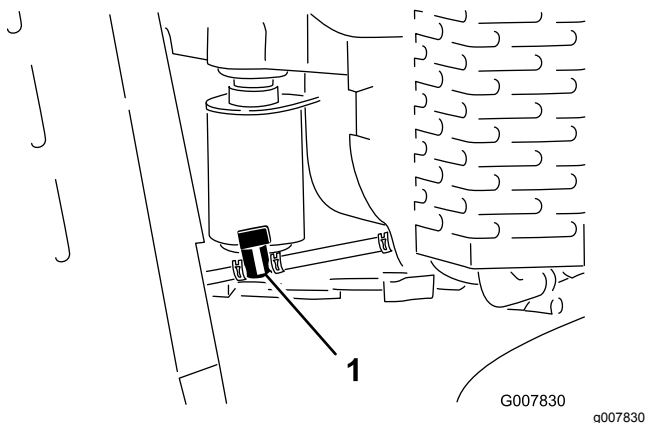

Figure 35
3. Tournez le robinet d'arrivée de carburant en position fermée (**Figure 35**).
4. Pincez les extrémités du collier de flexible du côté moteur du robinet et poussez-le vers le haut de la conduite d'alimentation, dans la direction opposée au robinet (**Figure 35**).
5. Débranchez la conduite d'alimentation du robinet (**Figure 35**).